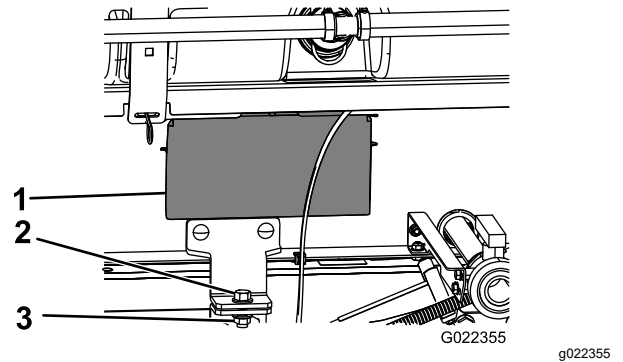

Bild 34
5. Nehmen Sie die Abdeckplatten an beiden Seiten des Gestellrahmens ab (Bild 34).
8. Befestigen Sie die Befestigungshalterung des Behältergestells mit einer Schraube (1/2" x 1 1/2") und einer Sicherungsmutter (1/2") an der Ladepritschenhalterung am Rahmen auf beiden Seiten der Maschine, wie in Bild 34 abgebildet.